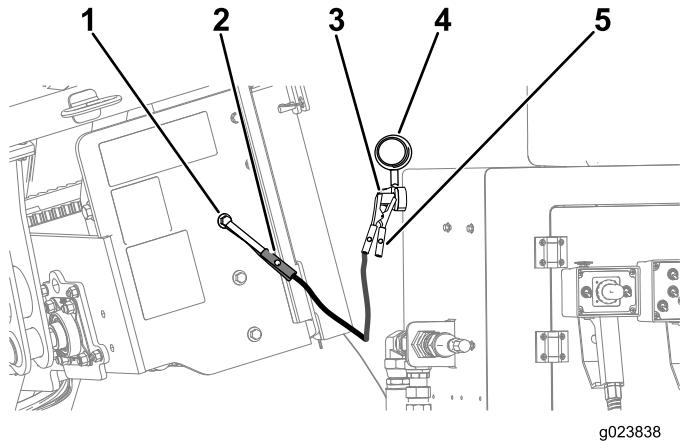

Bild 98
- Nehmen Sie die Abdeckung vom Starthilfepol ab (Bild 98).
- Schließen Sie das positive Starthilfekabel (+) am Starthilfepol an (Bild 98).
- Schließen Sie das negative Starthilfekabel (-) an die Erdung an, wie eine unlackierte Schraube oder einen Rahmenträger (Bild 98).
- Wenn der Motor anspringt, muss die zweite Person das negative Starthilfekabel (-) vom Rahmen und dann das positive Starthilfekabel (+) trennen (Bild 98).